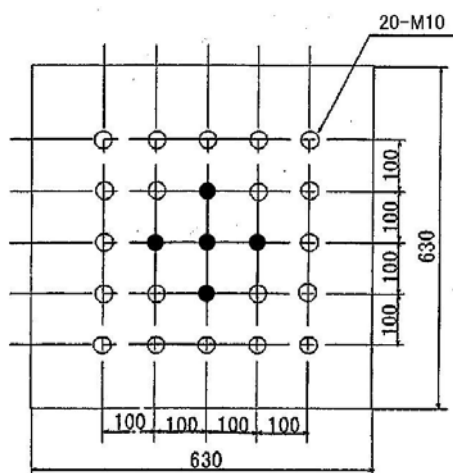
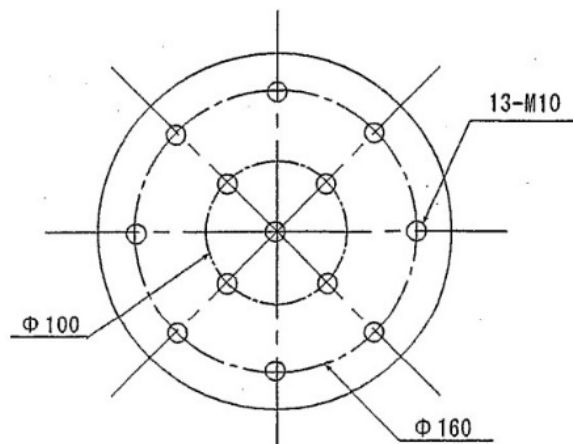

図 1. 加振台図面（垂直 500Hz まで、水平 2000Hz まで加振可能）●は水平時のみ使用可能
図 2.加振台なし（垂直で 500Hz 以上加振する場合）
- ア. 図 1 に中型振動試験機で使える加振台図面を示します。
- イ. 図 2 に中型振動試験機の加振台を取り外した締結部の図面を示します。
- ウ. ジグ取付用ネジ穴 図 1 は、加振台を真上から見た図です。
- ※ネジ込み長さは図 1 で 15～20mm、図 2 で 20～25mm です。